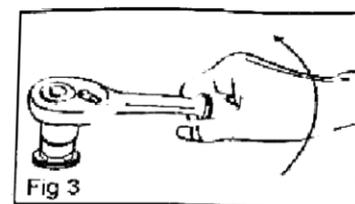

Fig 3
2. Ajuster sur la douille une clé à cliquet ou une clé à molette et la tourner dans le sens inverse des aiguilles d'une montre pour desserrer (fig. 3).